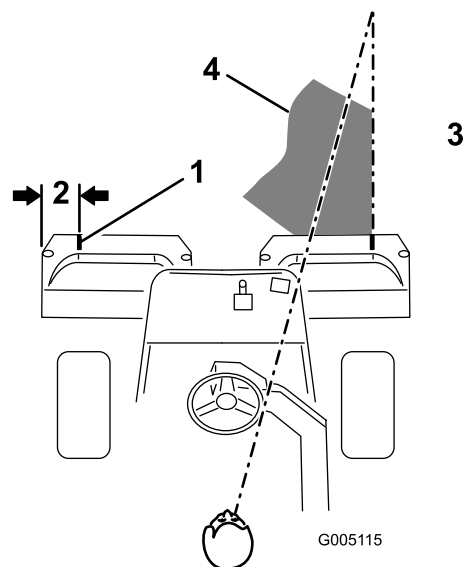
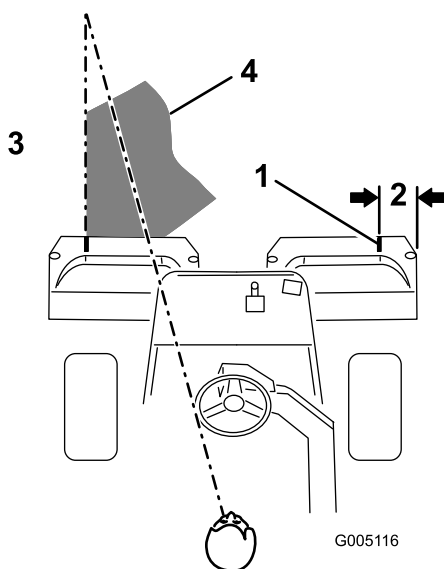

Figura 30
Figura 31
2. Applicate una striscia adesiva bianca, oppure tracciate una linea con della vernice bianca, su ciascun cestello, parallela al bordo esterno del cestello stesso (Figura 30).
3. Durante le passate di ritorno sovrapponetevi uno spazio minimo alla falciatura precedente. Per tosare in linea retta il green e mantenere la macchina alla medesima distanza dal bordo della falciatura precedente, immaginate una linea compresa tra 1,8 e 3 m circa davanti alla macchina e fino al bordo della sezione di green da tosare (Figura 30 e Figura 31). Potrebbe essere utile includere nella linea di collimazione il bordo esterno del volante, vale a dire, tenere allineato il bordo del volante con un punto che si trovi sempre alla stessa distanza dalla parte anteriore della macchina (Figura 30 e Figura 31).